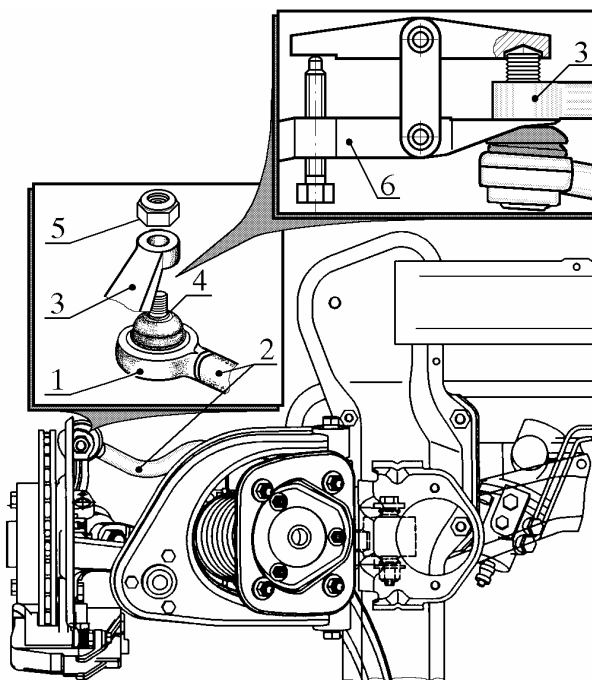

Рис. 4. Отсоединение наконечников рулевых тяг от рычагов поворотных кулаков:
4.8.1. Отсоединить наконечник 1 (рис. 4) тяги 2 от рычага 3 левого поворотного кулака